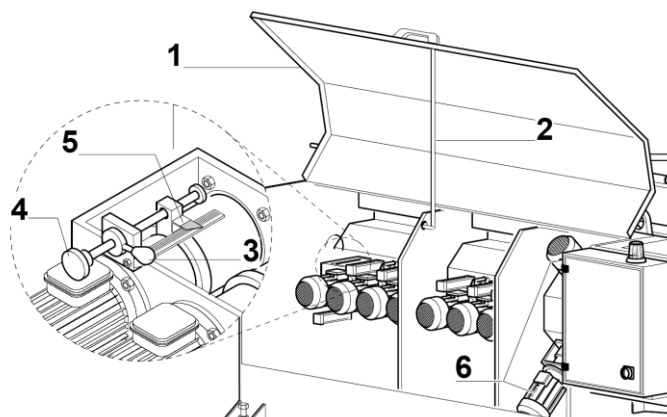

Fig. 09
Le premier mandrin est pourvu d'une battue réglable qui en limite la course (Fig. 09). Cette battue est accessible de la porte antérieure de la machine (Fig. 09/1), qu'on peut bloquer par l'hampe spéciale (Fig. 09/2) .
- Desserrer la poignée d'arrêt de la vis de réglage (Fig. 09/3).
- Tourner la vis de réglage de la battue (Fig.09/4).
- Porter l'index de l'échelle graduée sur la valeur désirée (Fig. 09/5).
- Bloquer la vis en serrant la poignée de blocage (Fig. 09/3).
Pour accéder au réglage des deux mandrins chanfreinants, ouvrir la porte de protection postérieure (Fig. 09/1) et la bloquer par la barre spéciale (Fig. 09/2).